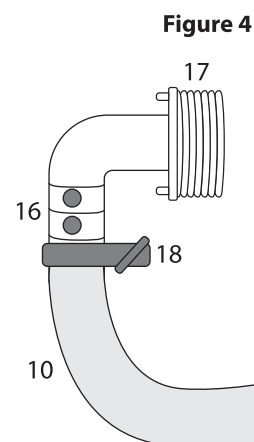

Figure 4
- 2 Glisser la douille filetée (17) par-dessus le raccord de boyau coudé (16) comme illustré à la figure 4. La douille filetée (17) sera serrée lorsque vous essayerez de la passer dans la partie coudée du raccord de boyau (16); il faudra alors user d'un peu plus de force. Votre adaptateur d'entrée d'eau est maintenant assemblé.